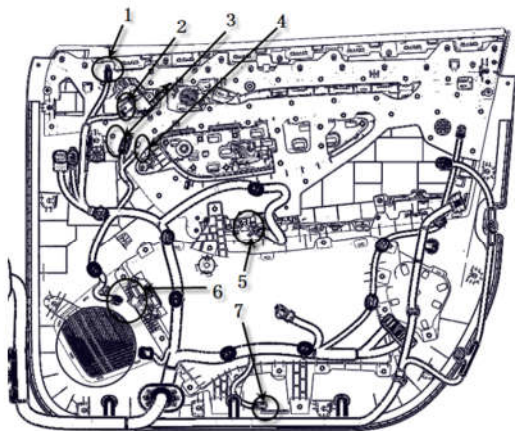

图8-1-7线束分支接插件拆卸示意图
(7) 如图8-1-7, 分别按住图示1-7电器接插件上的卡脚, 同时用力向外侧把接插件拔下; 图示圆圈处有固定在门板背部的线束分支, 沿外侧用力即可拔出。1-7分别为: 防盗警示灯、座椅记忆开关(当有此开关时)、氛围灯(当有此开关时)、高音扬声器、玻璃升降开关组、电动背门开关组(当有此开关时)、左门灯。
b. 拆卸高音扬声器接插件：如图8-1-7，用力沿箭头1方向压住卡脚，再沿箭头2方向拔出线束插头。